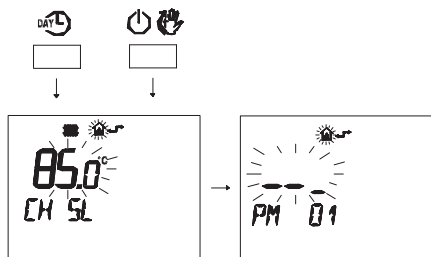

Figura 5.37
- Premere contemporaneamente i pulsanti **DAY** e **ON/OFF** per entrare nella programmazione trasparente (Figura 5.37).